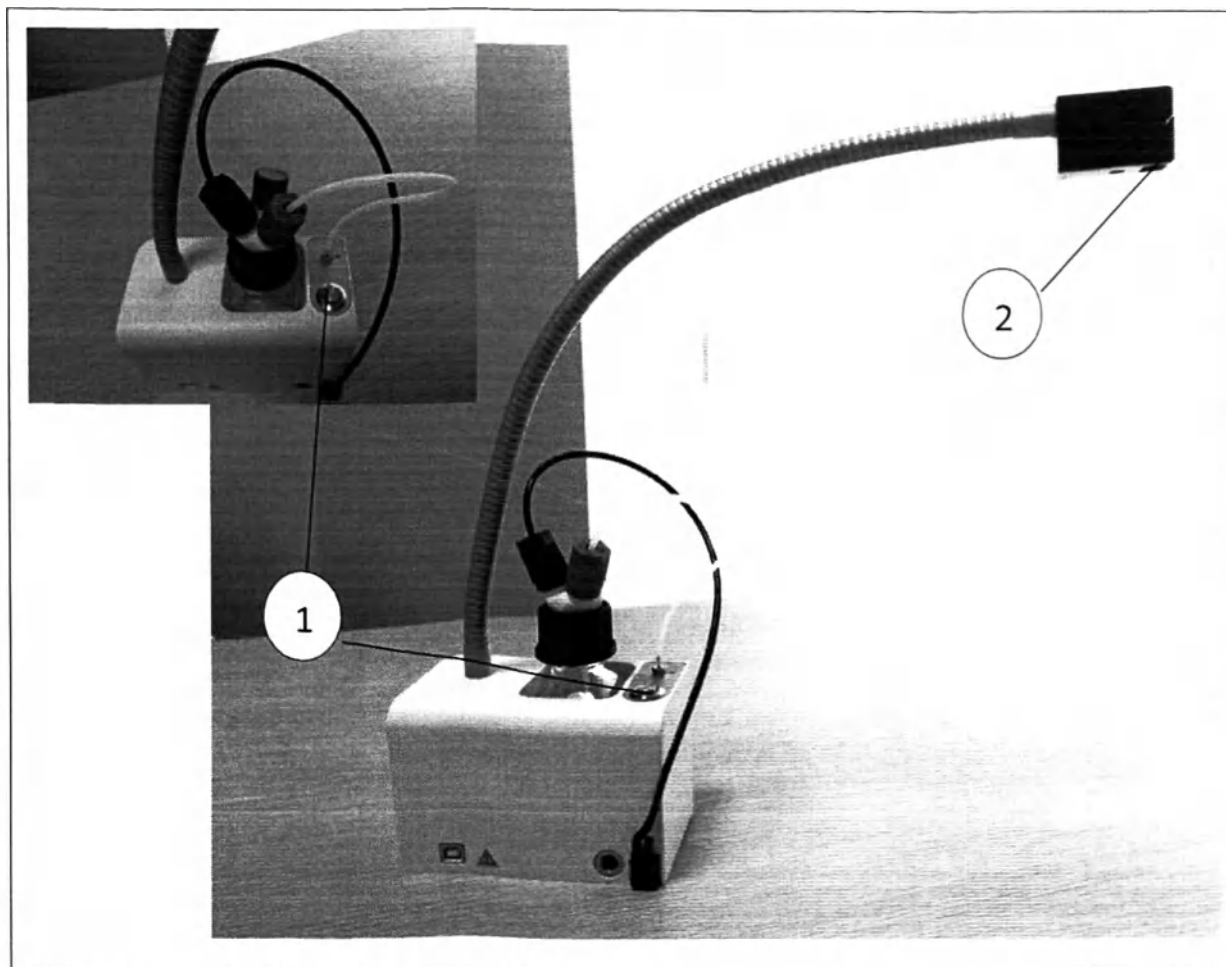

Рисунок 114
1. Перед началом работы, а также при дополнении иммерсионного масла в бутылку необходимо осуществить прокачку масла с помощью кнопки прокачки (1 Рисунок 114). Во избежание попадания масла на поверхности, кожу, одежду, глаза процедура прокачки осуществляется над предварительно подготовленным сосудом.